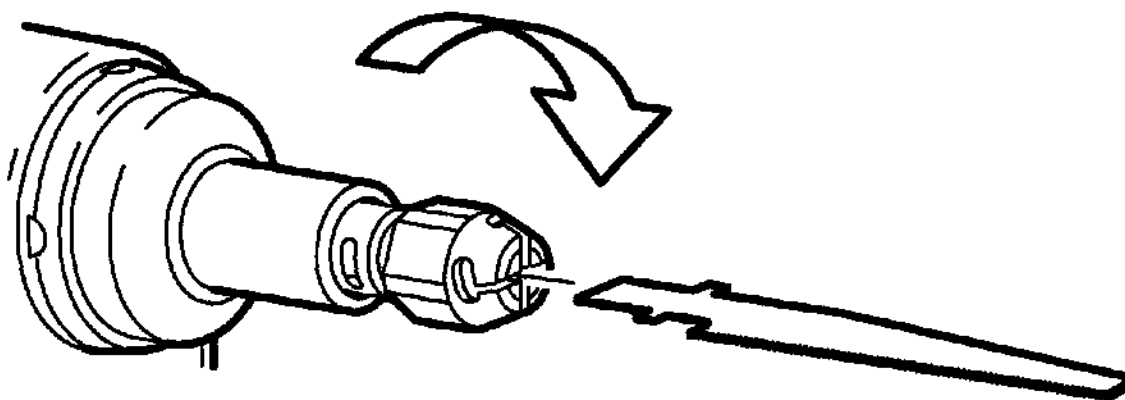

Рисунок 1. Установка полотна
2. Поверните пружинную муфту для полотна по часовой стрелке до совпадения пазов. Вставьте ножовочное полотно (см. рисунок 1).